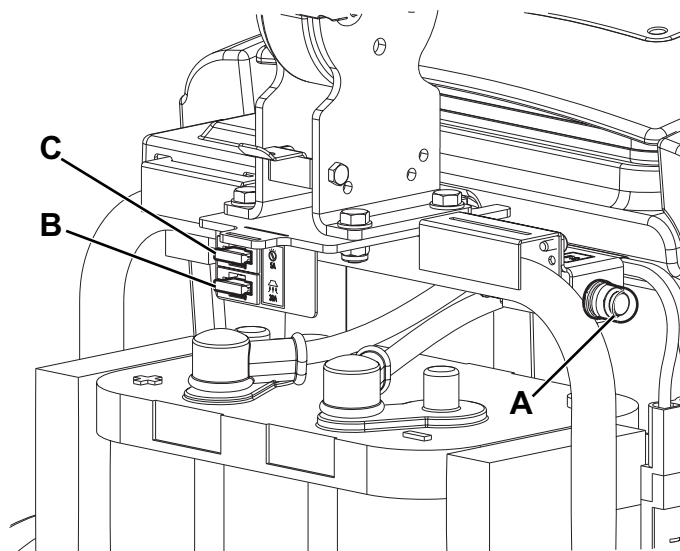

Afbeelding 7
2. Controleer of de programmahendel (31) in stand '0' staat en koppel de accustekker (7) los.
3. Verwijder de afdekking (A, Afb. 7), en reinig en spoel de afdekking zelf en het aanzuigrooster (B) met schoon water.
4. Haal het water uit de tanks (C) en reinig ze.
5. Demonteer waar nodig het rooster (B) en verwijder de vlotter (D); reinig ze zorgvuldig en plaats ze terug.
6. Controleer of de pakkingen (E) en (F) van de afdekking heel zijn.